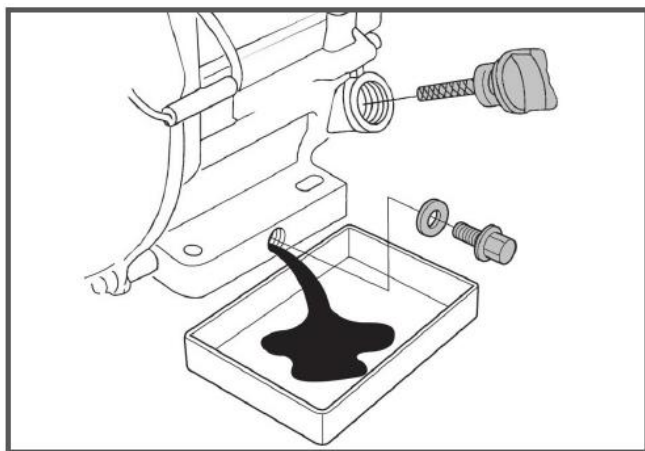

Рис. 14 Замена масла в двигателе
6. Открутите пробку для слива масла и слейте отработанное масло в подготовленную для этого емкость (Рис. 14).